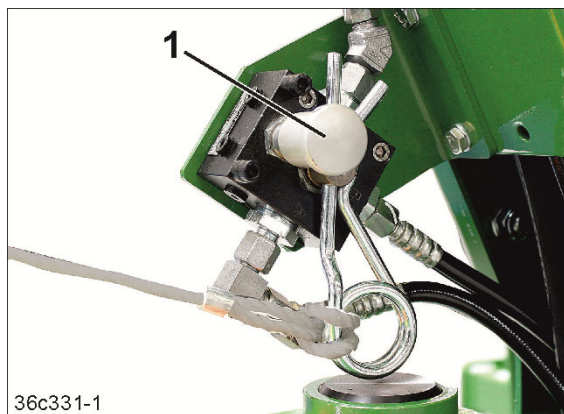

Bild 131
- 3.1 Aktivera ventilen (Bild 131/1).